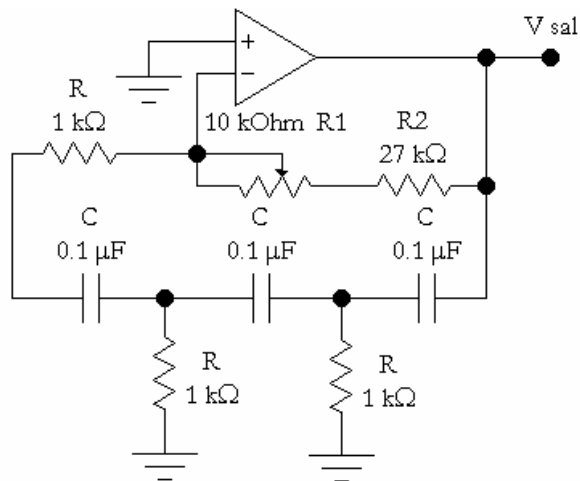

Figura 4
- 4.1. Armar el circuito de la Figura 4 alimentando el operacional con  $+12\text{ Volt}$  y  $-12\text{ Volt}$ .